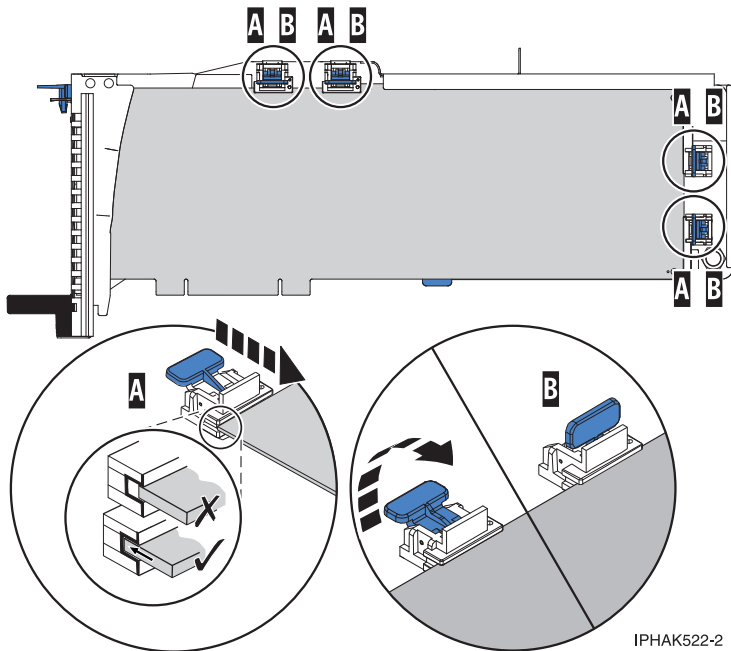

図 25. PCIe アダプター・カセットへのフルサイズのアダプターの取り付け
- 2) 24 ページの図 25 に示すように、アダプター保持器具クリップが水平位置 (A) にある場合、アダプター保持器具はロック解除されており、アダプターの方向へスライドさせることができます。
- e. アダプター保持器具をアダプターの方向へスライドさせ、保持器具 (B) を押して垂直位置にしてロックします。24 ページの図 25 を参照してください。